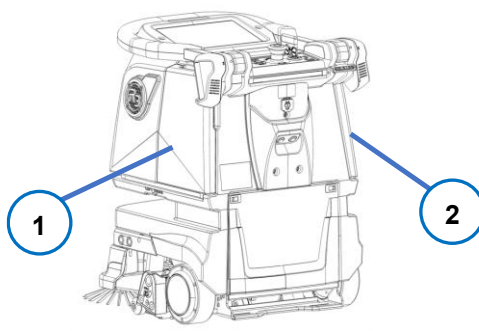

Fig. 3
5. **Vérifiez que les trappes sont fermées :** (Fig. 3).